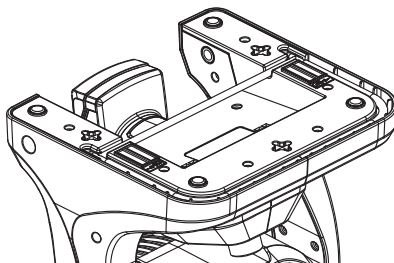

Fig. 2
2. Utiliser les trous de serrure situés au bas de la base pour suspendre le ventilateur à une vis. (voir Fig. 2)